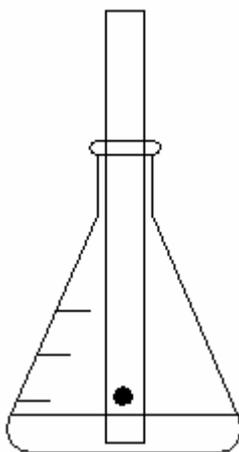

Figura 1
4. Introduce la tira de papel dentro del matraz, con la marca hacia abajo, de modo que el agua TOQUE EL PAPEL, PERO NO LA MARCA DE TINTA, y asegúrala la tira de papel para que se mantenga vertical. Deja que el agua "suba" sola por el papel (Figura 1).